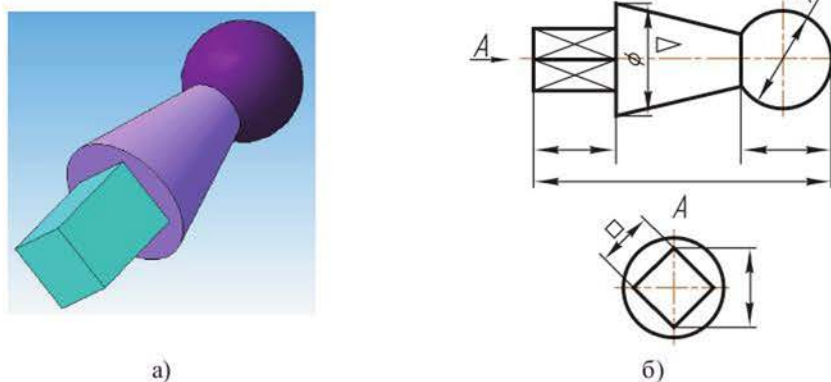

Рисунок 10.2 3D-модель (а) и чертеж детали (б)
*Пример 2.* Форма модели преобразована заменой цилиндрической части на параллелепипед с квадратным основанием (рисунок 10.2 а). Для однозначного определения формы и размеров торцевой поверхности выполнен вид А, на который наносится размер «под ключ» (рисунок 10.2 б).